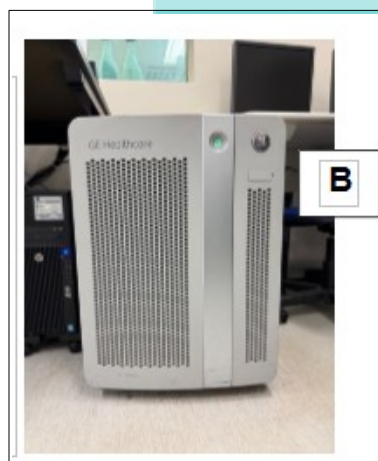

Figura 2
3. Ligar o console de aquisição, na sala de comando – **Figura 2 – B (console da estação de aquisição);**